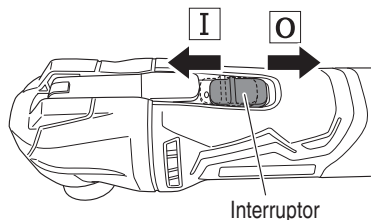

Fig. 4
8. Al deslizar el interruptor hacia la posición **I** se encenderá la herramienta. (Fig. 4)